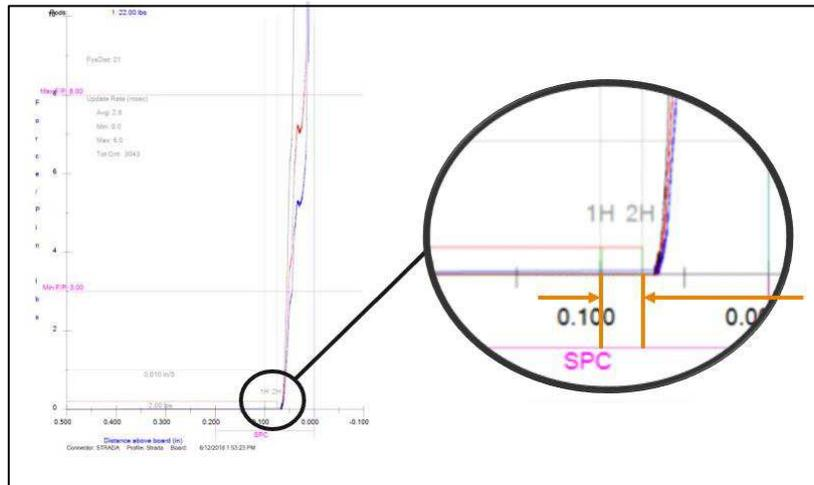

Figura 66
E. Nessun Pin Piegato (fare riferimento alla Figura 66)